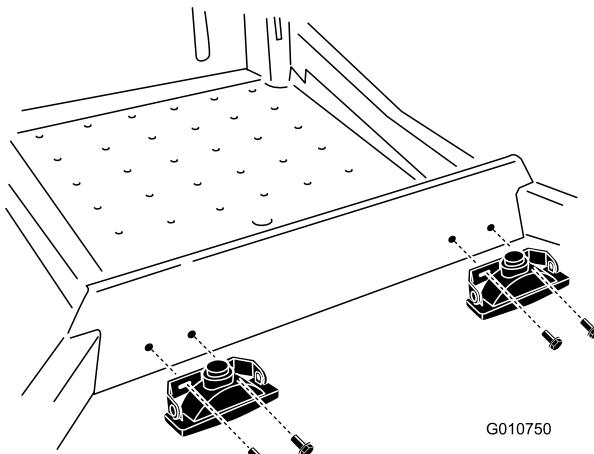

Figure 2
3. Montez les projecteurs sur le châssis, trous d'évacuation en bas, en utilisant les trous percés et quatre vis autotaraudeuse (1/4 x 1/2 po) (Figure 2). Ne serrez pas les vis à ce stade afin de pouvoir effectuer d'autres réglages.